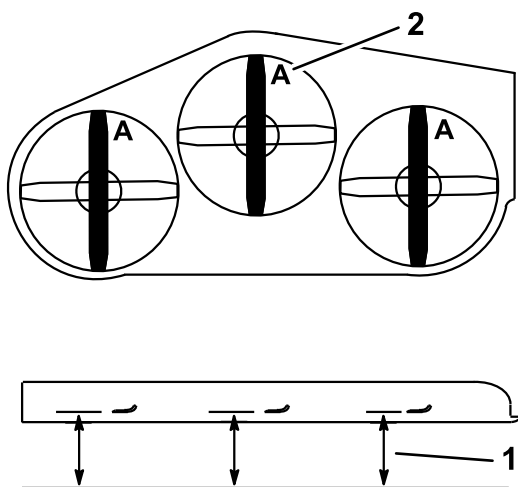

Figure 88
4. Mesurez au point **A** et entre la surface plane et le bord coupant des pointes des lames (Figure 88)